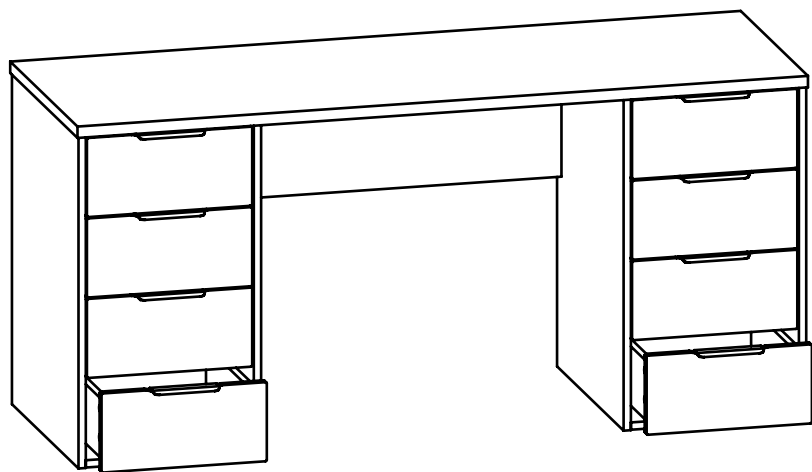

Рис.11
12. Установите ящики в корпус стола (Рис. 11).